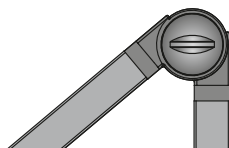

Fig. 3: Articulación y tornillo de la articulación.
- ▶ Apriete cada tornillo de la articulación hasta que la lámpara permanezca en el ajuste deseado, ver fig. 3.